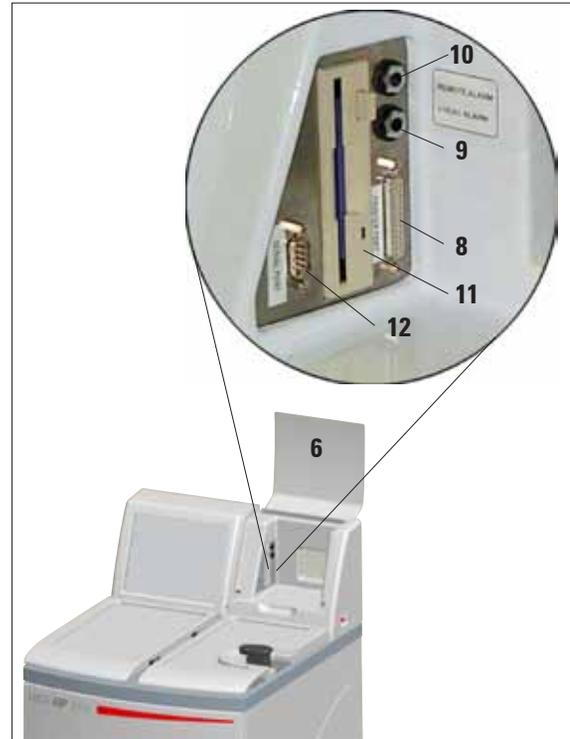

Fig. 8
- Levante a tampa de encaixe do console do aparelho (6).
- Conecte a impressora à saída para impressora (8) no console por meio de um cabo padrão Centronics (Fig. 8).
Se necessário, conecte a sistema de alarme local ou remoto às tomadas adequadas (34) (Ø 6,3 mm) usando o conector estéreo fornecido (9, 10 na Fig. 8).